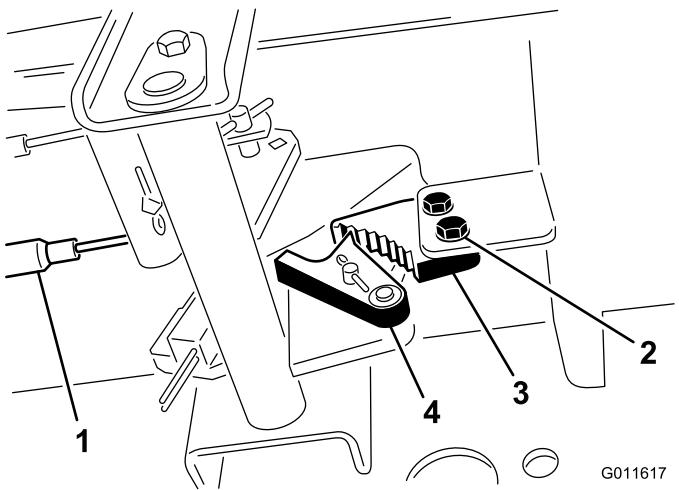

Figura 76
2. Premete in avanti il pedale del freno di stazionamento finché il fermo non s'innesta completamente nel nottolino del freno (Figura 76).
1. Allentate le due viti che fissano il nottolino del freno di stazionamento al telaio (Figura 76).